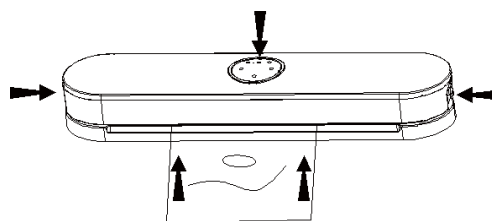

Figure 4
7. Une fois l'emballage sous vide terminé, appuyez sur les boutons de déverrouillage des deux côtés en même temps pour ouvrir le couvercle supérieur et sortez le sac d'emballage sous vide, comme illustré à la figure 4.